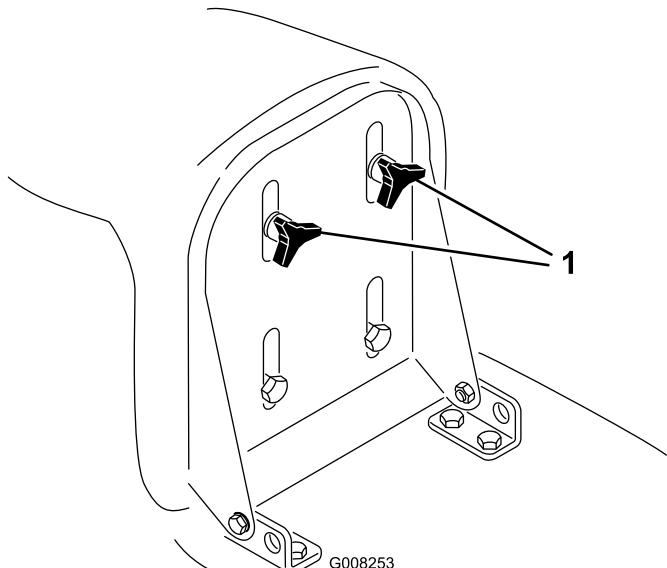

Figura 4
1. Suba el asiento y afloje los pomos de ajuste (Figura 4).